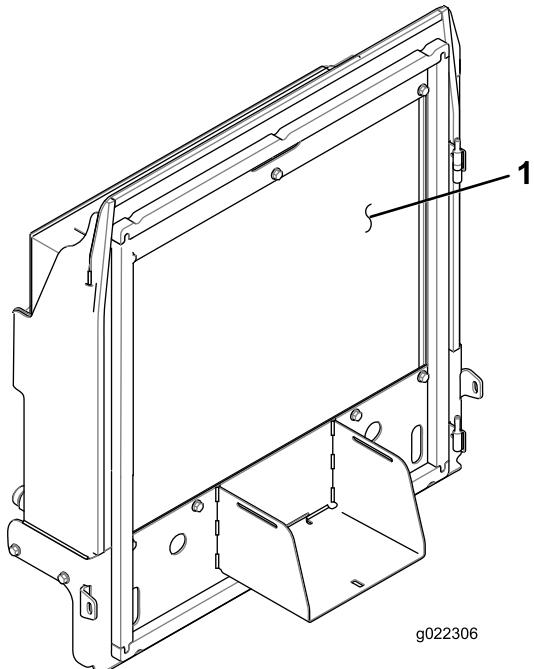

Bild 69
4. Reinigen Sie beide Seiten des Kühlers bzw. Ölkühlers (Bild 69) gründlich mit Druckluft.